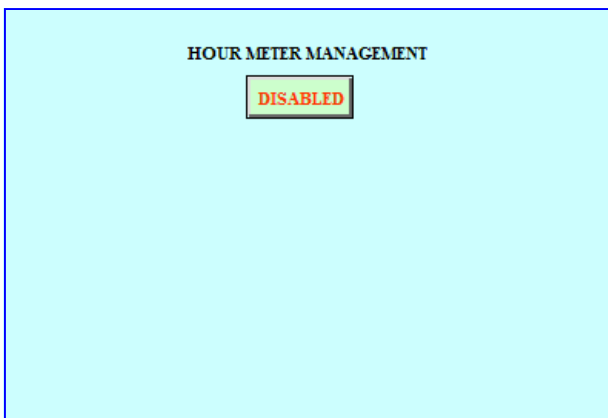

图23a： 计时器设置菜单，禁用
1. 您必须点击启用/禁用菜单来激活计时器管理菜单（图23a）。